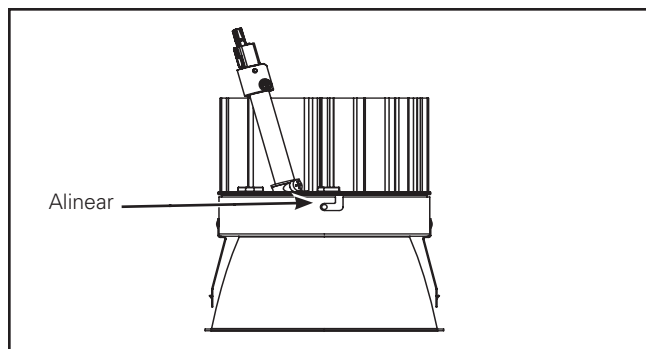

Figura 5.
3. Inserte el motor de la luminaria LED en la moldura inferior. Alinee los orificios de los tornillos del motor de la luminaria LED con los orificios de los tornillos de la moldura inferior (Figura 5.).